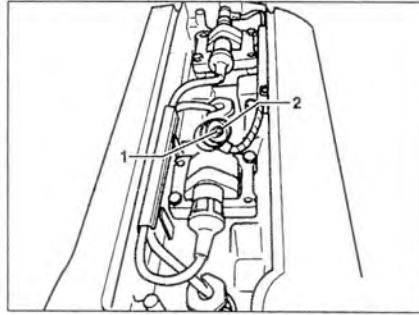

Рис. 2.95. Проверьте провод между тестером и 2-контактным разъемом трансформатора 1-го и 4-го цилиндров на разрыв цепи, используя электросхему.
18. Проверьте провод между тестером и 2-контактным разъемом трансформатора 1-го и 4-го цилиндров на разрыв цепи, используя электросхему (рис. 2.95): контакт 2 и гнездо 10 (синее). **Сопротивление провода:** макс. 1.5 Ом.
19. Проверьте провод между тестером и 2-контактным разъемом трансформатора 2-го и 3-го цилиндров на разрыв цепи, используя электросхему (рис. 2.95): контакт 2 и гнездо 11 (синее). **Сопротивление провода:** макс. 1.5 Ом.